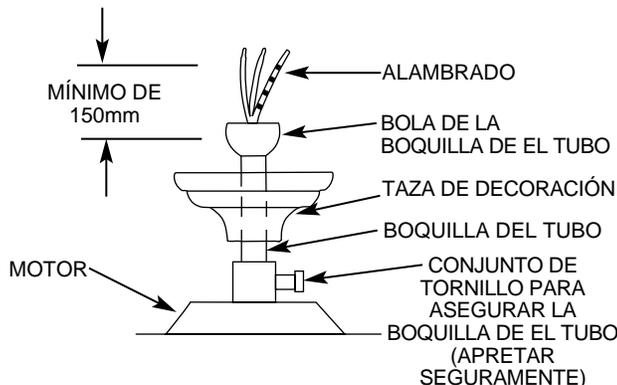

FIGURA 5B
A. Inserte la boquilla del tubo en la taza de decoración y pase los alambres desde la parte superior del motor por la boquilla del tubo. Enrosque la boquilla del tubo en el ventilador hasta que quede bien apretado (por lo menos 4 vueltas y media). El tornillo de seguridad que sujeta la boquilla del tubo al motor debe estar bien apretado. Ver Figura 5B. Asegúrese de apretar